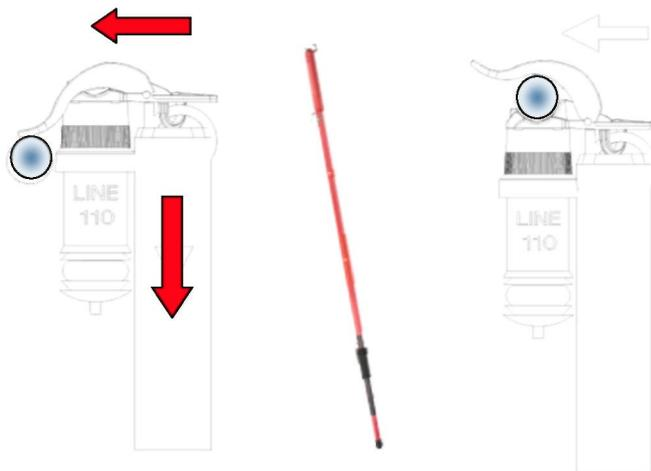

Рис. 15. Монтаж с использованием штанги Grip-All clamp
2. Потяните штангу вниз и на линию, так чтобы линия расположилась в правильном положении на зажиме, см. рис. 15.
1. Закрепите захват в "проушине" на горизонтальной части линейного зажима, см. рис. 15.